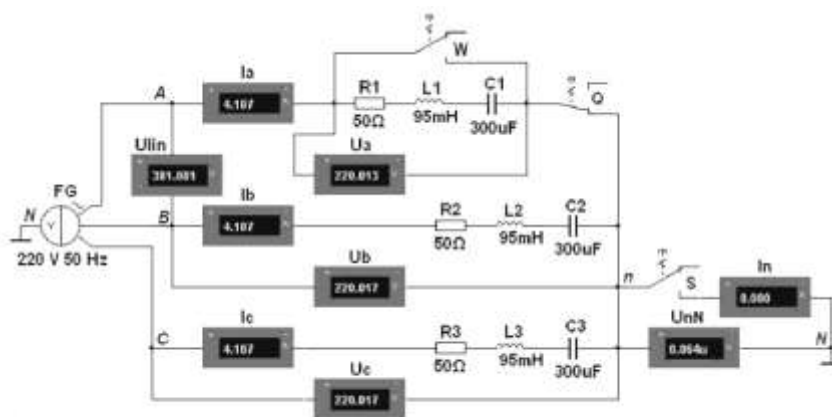

Рис. 11.4
Задание 1. Собрать на рабочем поле среды Multisim схему (рис. 11.4) для исследования трехфазной цепи в различных режимах ее работы при соединении источника и приемника по схеме звезда-звезда.
- ЭДС фазы $E_{\phi} = 220 \text{ В}$ и частоту $f = 50 \text{ Гц}$ трехфазного источника напряжения **FG** (рис. 11.4);